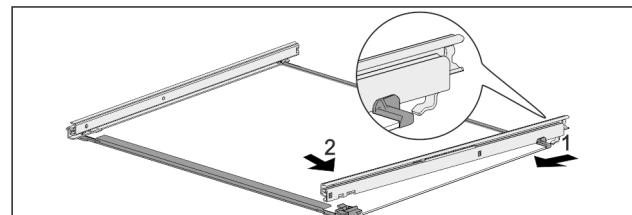

Fig. 125 Glasplatte mit Schiene
- Schiene hinten einhaken. Fig. 125 (1)
- Schiene vorne einrasten. Fig. 125 (2)